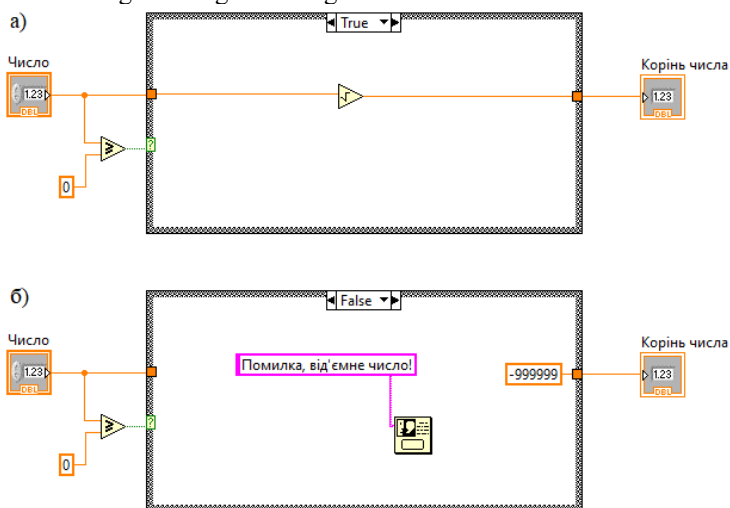

Рис. 14. Блок-діаграма ВП Case Structure: а – варіант True, б – варіант False
6. З'єднайте елементи між собою відповідно до рис. 14.